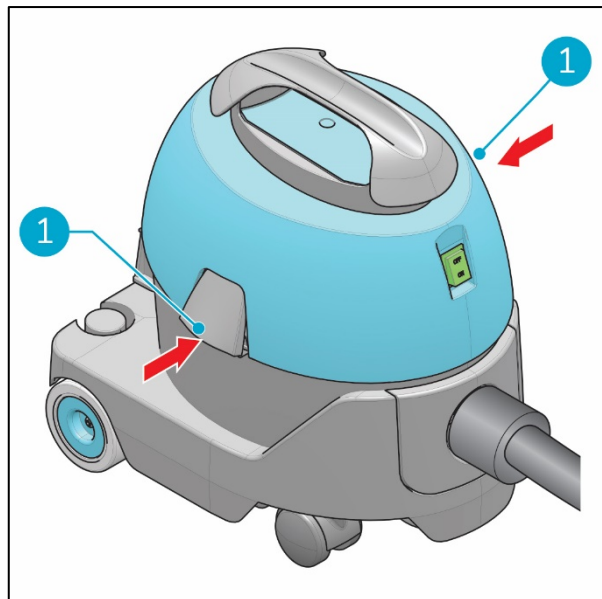

Figura 21
3. Aperte os fechos (Figura 21, posição 1).